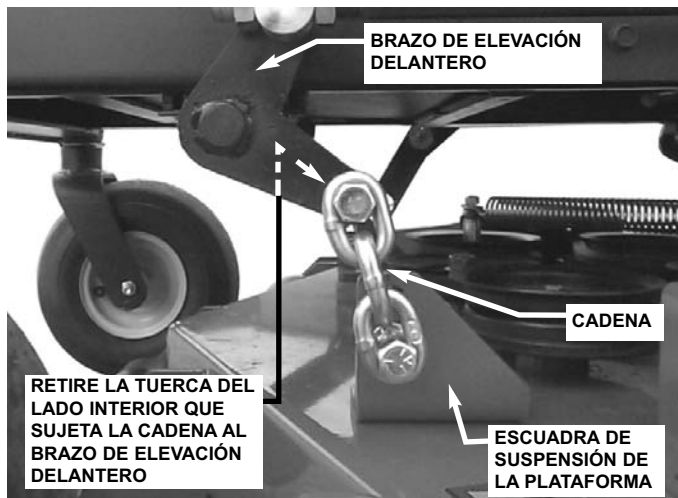

FIGURA 4.10
4. Retire las tuercas del lado interior que sujetan la cadena al brazo de elevación delantero. Vea la figura 4.10.